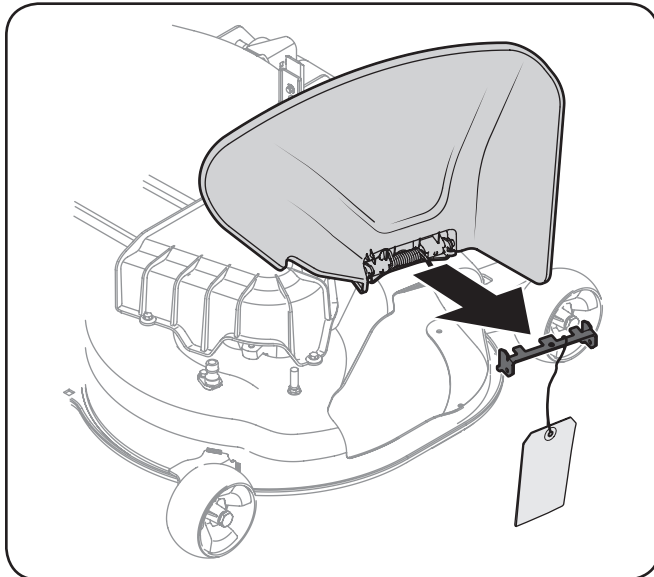

Figura 3-6
7. Sosteniendo el deflector del canal hacia arriba por completo, quite la traba de seguridad. Baje el deflector del canal y deseche la traba de seguridad. Vea la Figura 3-6.